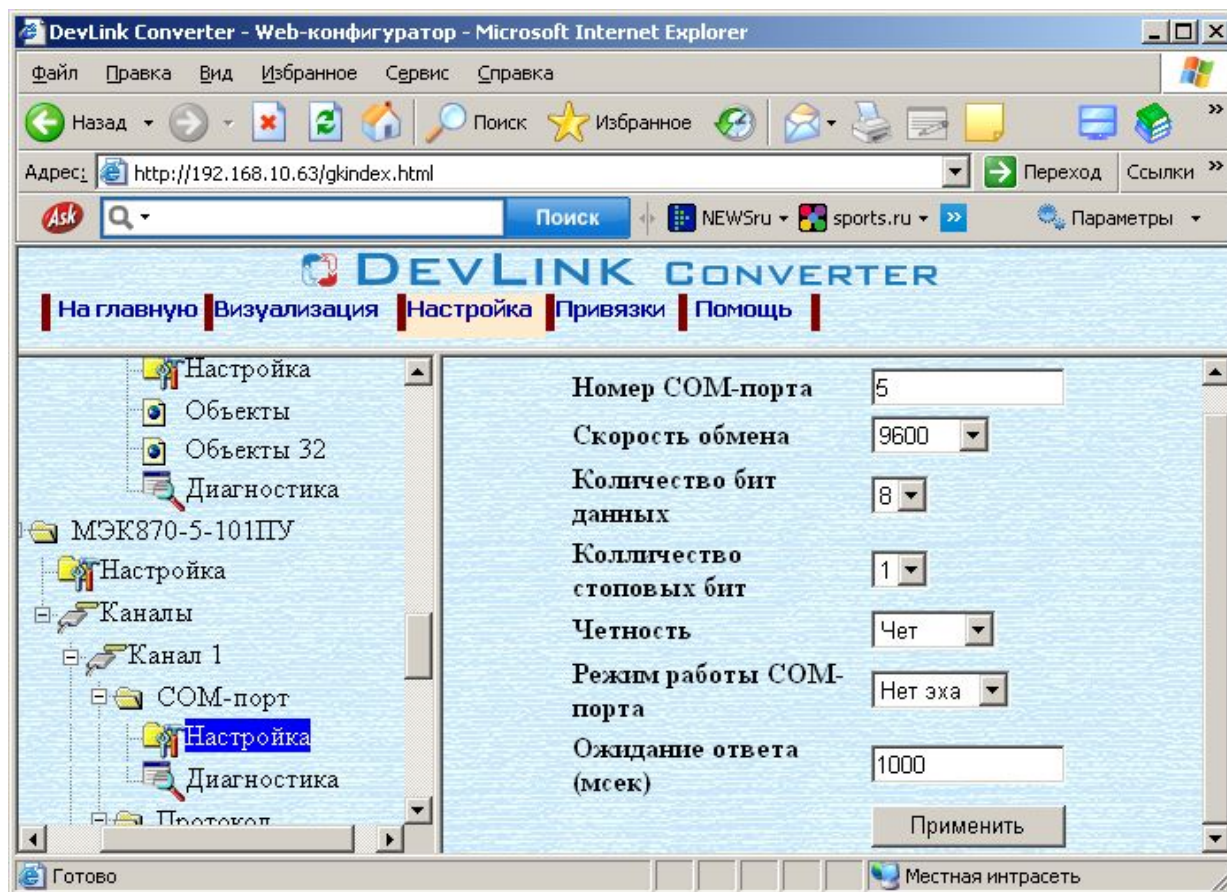

Рисунок 3.10 – Настройка COM-порта
- Выберите в дереве объектов *папку «Настройка»* COM-порта нужного канала драйвера (рисунок 3.10).
- Задайте необходимые настройки и для их применения нажмите кнопку «Применить» (рисунок 3.10).